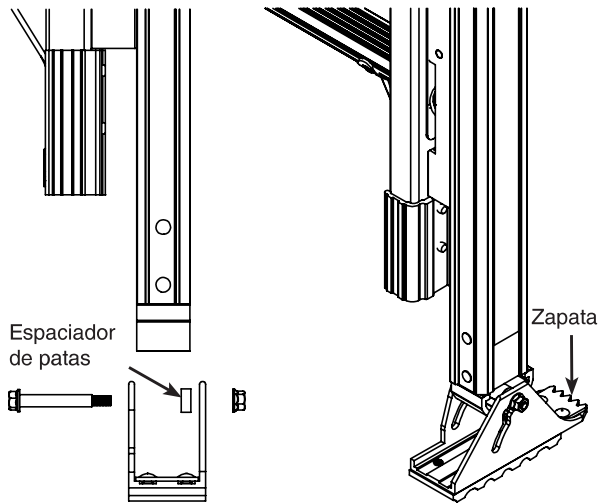

Fig. 7
- Asegurándose de que la zapata esté en la parte posterior de la escalera, conecte al nivelador las patas de la escalera que quitó previamente. Desde el centro de la escalera, pase el perno a través de la ranura de cada pata y a través del orificio inferior del nivelador. El espaciador de patas va entre el exterior del nivelador y el interior de la pata. (Fig. 7) Usando un dado y llave de $\frac{7}{16}$ pulgadas (11 mm), apriete la tuerca al perno en cada pata. (Fig. 7)